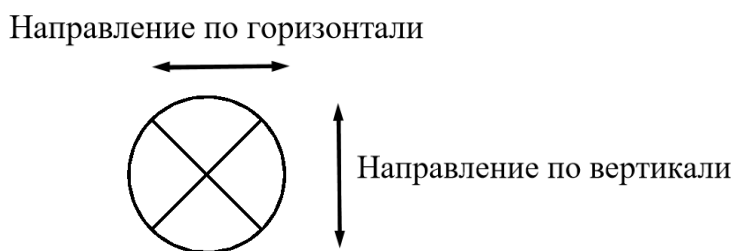

Рис. 1. Смещение УГО в горизонтальном и вертикальном направлениях.
1. Возможность перемещения условного графического обозначения (УГО) относительно точки вставки семейства (регулируется параметрами «УГО Смещение X» и «УГО Смещение Y»), см. рис. 1 и раздел «Параметры экземпляра» в таблице 3.